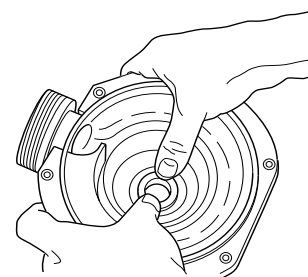

Figure 17
3. Enfoncer la moitié fixe de la bague d'étanchéité dans la plaque d'étanchéité (Réf. n° 9) en ne la poussant qu'avec les doigts (voir la Figure 17). S'assurer que la bague repose fermement et uniformément en place.